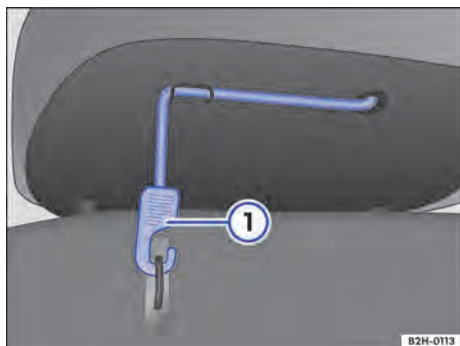

Fig. 59 Debajo del asiento trasero: cinta de sujeción de la banqueta.
Las dos partes de la banqueta del asiento trasero pueden levantarse por separado. Cada parte tiene una cinta de sujeción en el lado inferior → Fig. 59.
1. Desenganche la cinta → Fig. 59  de su fijación debajo de la banqueta.
3. Coloque la cinta en el alojamiento dispuesto debajo de la banqueta y engánchela en la fijación → Fig. 59.